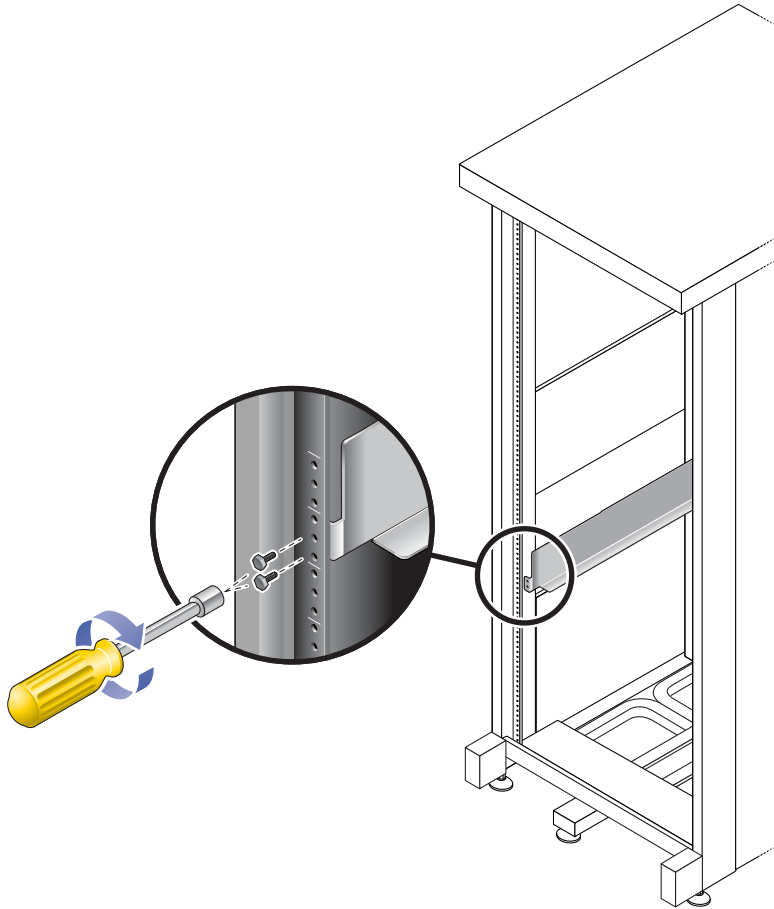

図 2-7 キヤビネット正面への左側レールの固定
- b. プラスのねじ回し (Phillips の 2 番) を使用して 2 本のねじを差し込んで締め付け、左側レールをキャビネットの正面に固定します (図 2-7)。